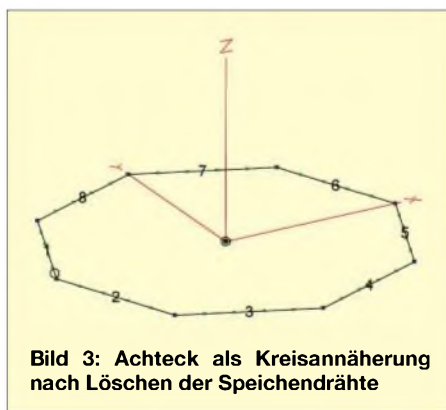

Bild 3: Achteck als Kreisannäherung nach Löschen der Speichendrähte
erkennen, ob noch ein unerwünschter Speichendraht in der Liste ist. Übrig bleibt ein Achteck, das als grobe Kreisannäherung für eine weitere Verwendung als Antenne zur Verfügung steht, Bild 3. Die Daten dieses Achtecks wollen wir als Datei (3)8Eck8(b).ez sichern. Bild 4 zeigt die vollständige Antennenbeschreibung.